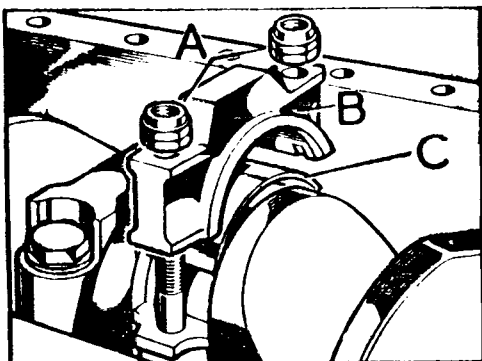

Fig. A1-109 Desmontaje de las tapas y semicojinetes de bielas
- 9.1. Se utilizará una galga, A (Fig. A1-109) introducida entre la cara lateral de la biela y el resalte de apoyo de la muñequilla.
- 1.4. Desmontar las tapas de bielas, B (Fig. A1-109) y los semicojinetes, C, -- manteniéndolos reunidos por juegos.